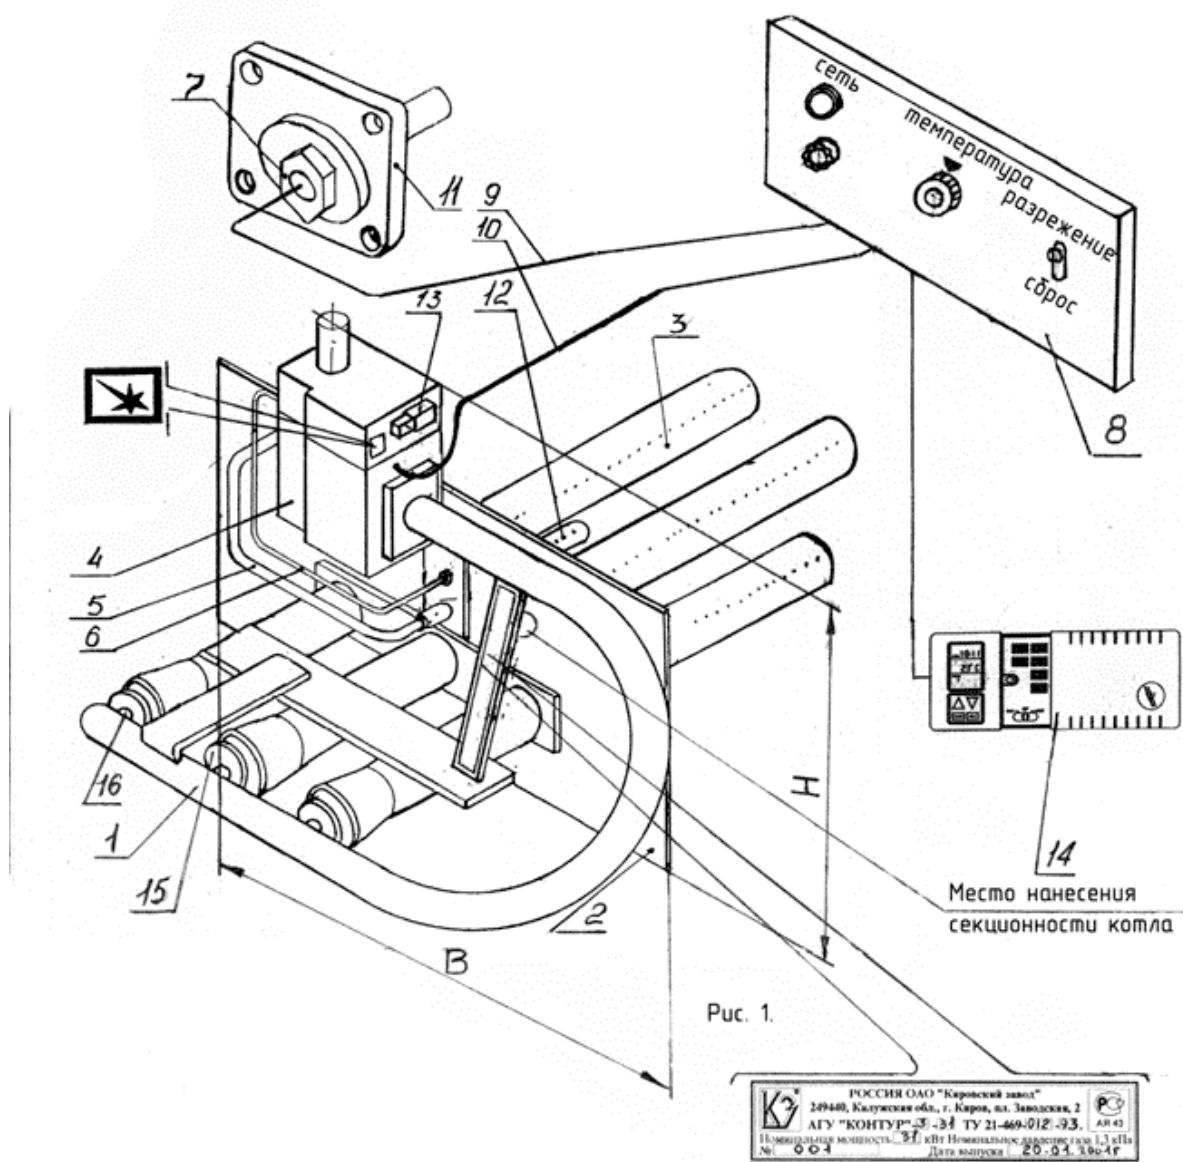

Рис. 1.
Внешний вид газозорелочного устройства приведен на рис. 1.
5.1. Устройство состоит из следующих частей, см. рис. 1
- фронтального листа (2) с заслонкой для розжига и визуального контроля;
- коллектора (1) с соплами (16) и регулировочными шайбами (15) (регулирование подачи первичного воздуха к горелке);
- горелки (3), состоящей из трех труб и стяжки для крепления горелки к фронтальному листу;
- блока клапанов автоматики «КАРЭ» (4);
- панели приборной (8) с датчиком-реле температуры теплоносителя (регулируемый), датчиком -реле температуры дымовых газов и элементами включения и контроля электропитания;
- запальной горелки запальника (12);
- фланца (11) для установки чувствительных элементов термодатчиков на котел;
- узла пьезоэлектрического зажигания (13).
- термостата комнатного программируемого (14).
6.1. Собрать запальник (12) с пластиной для крепления термопары, закрепив двумя винтами М 3х8. Собранный запальник закрепить 2-мя винтами М 3х8 к фронтальному листу (2) рис. 1.